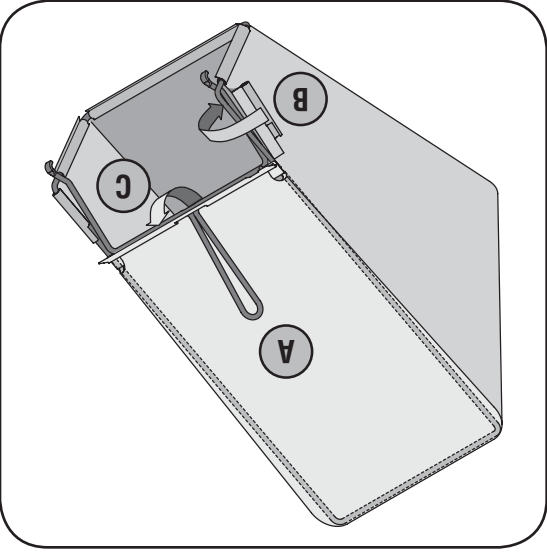

Figure 3-3
a. Glissez le sac sur l'armature (côté en plastique noir sur le dessous). Enfoncez les crochets de l'armature dans les trous des glissières en plastique du sac à herbe. Voir la Figure 3-3.
b. Attachez le sac sur l'armature en accrochant les glissières sur l'armature, comme à la Figure 3-3.